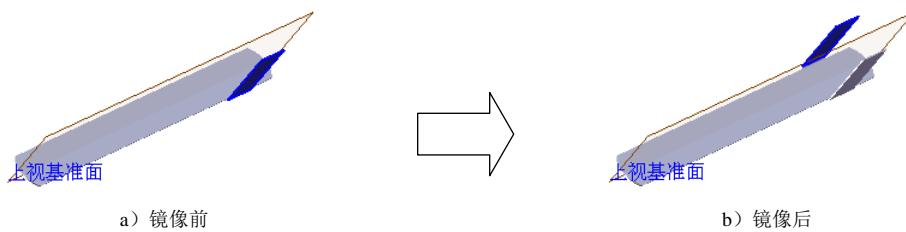

图 15.4.16 镜像 1
Step4. 创建图 15.4.16 所示的镜像 1。
- (1) 选择命令。选择下拉菜单 **插入(I)** → **阵列/镜向(E)** → **镜向(M)...** 命令。
- (2) 定义镜像基准面。选取上视基准面作为镜像基准面。
- (3) 定义镜像对象。选择边线—法兰 1 作为镜像 1 的对象。
- (4) 单击 **√** 按钮，完成镜像 1 的创建。